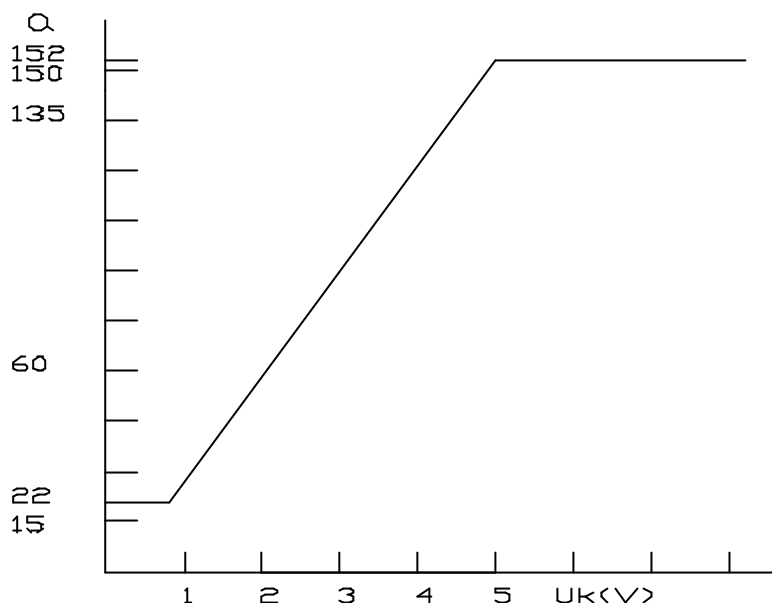

图 2—6 移相触发模块控制角与控制信号的关系曲线
a). 移相触发模块输出 6 相脉冲，每一相脉冲由相隔 60 度的双脉冲组成，单个脉冲宽度为 5 度。脉冲相位由控制信号调节，控制角与控制信号的关系见图 2—6 所示。